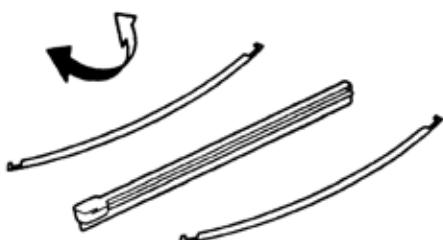

图 9-148
(1) 把 2 个支撑板装到左前刮水器橡胶条上, 如图 9-148 所示。注意: 小心支撑板的方向。